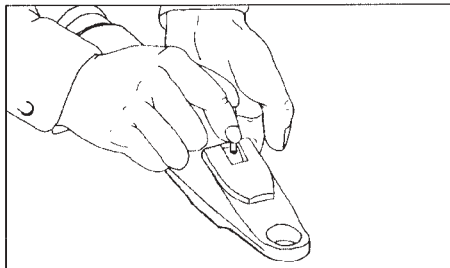

Figure 2 / Abb. 2
- Apply a small amount of sample using the plastic dipstick provided (do not use a wooden or a steel dipstick) (Fig. 2).
- Geringe Probenmenge mittels mitgeliefertem Plastikstab auftragen (keinen Holz- oder Stahlstab verwenden (Abb. 2).